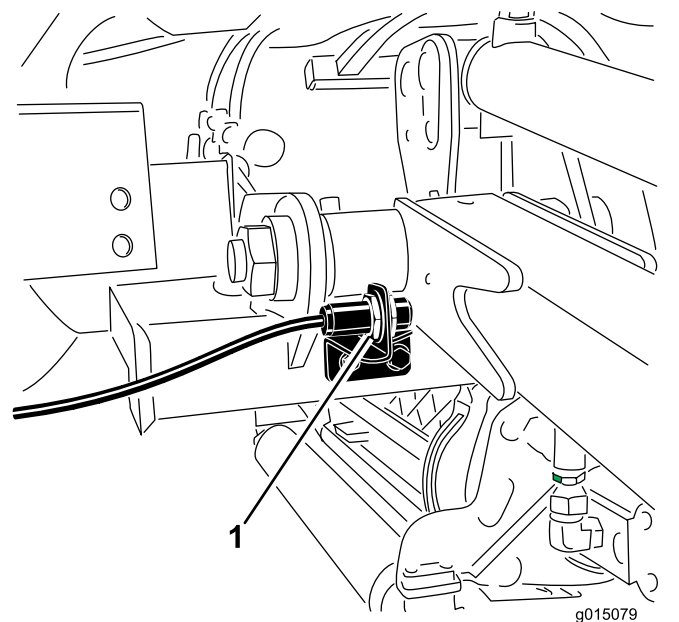

Figura 39
2. O interruptor do braço de elevação encontra-se por trás do braço de elevação direito dianteiro (Figura 39).
3. Solte os parafusos de montagem do interruptor (Figura 39) e desloque o interruptor para cima para aumentar a altura de viragem do braço de elevação ou desloque o interruptor para baixo para diminuir a altura de viragem do braço de elevação.